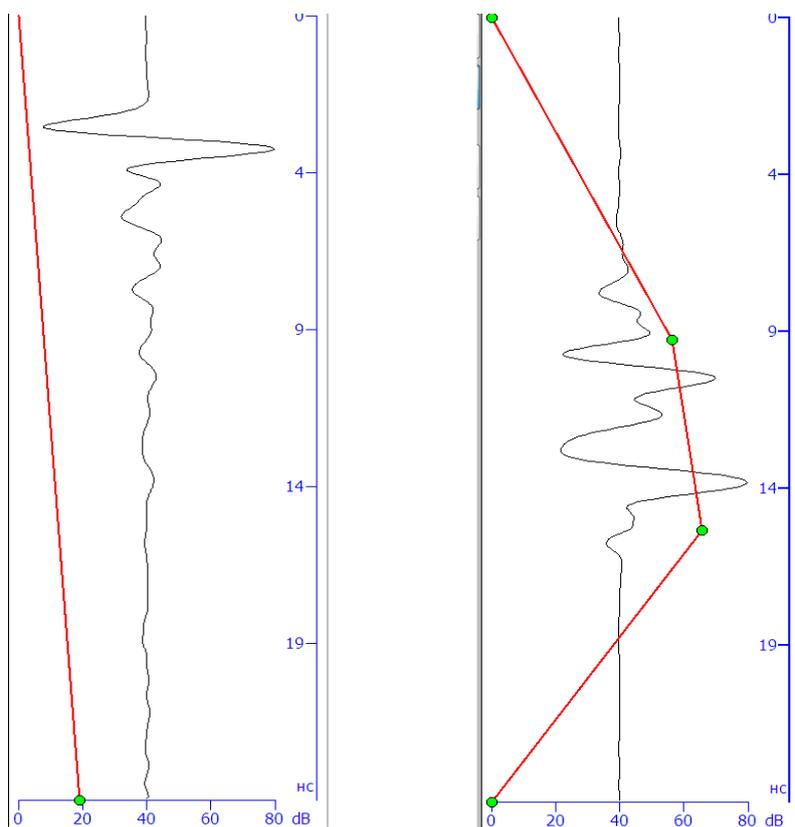

Рис. 13.1 - Задание линейного (слева) и пользовательского (справа) профиля усиления
1. Для линейного профиля (Рис. 13.1, слева) изменяется только конечный коэффициент усиления, соответствующий нижней точке профиля и отмеченный зеленой точкой. Изменение коэффициента производится «перетаскиванием» нижней точки профиля влево/вправо курсором мыши с
2. Для пользовательского профиля усиления (Рис. 13.1, справа) профиль представляет собой ломаную линию, заданную опорными точками. Редактирование профиля производится следующим образом: